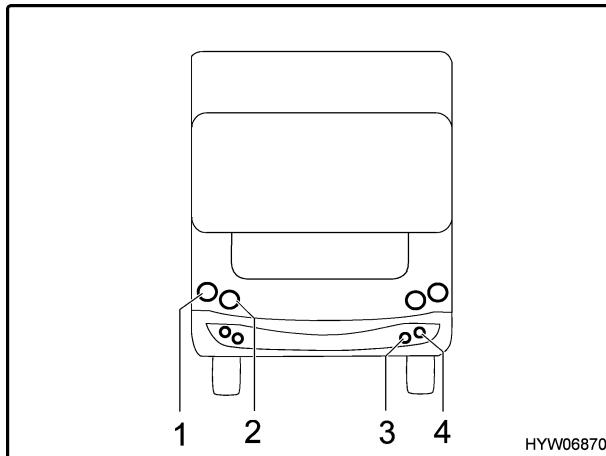

Fig. 157 Luci frontali (B-Classic)
**B-Classic****Faro anabbagliante (Fig. 157,1)**
**Abbagliante/luce di posizione (Fig. 157,2)**
**Luce fendinebbia (Fig. 157,3)**
**Indicatore di direzione (Fig. 157,4)**